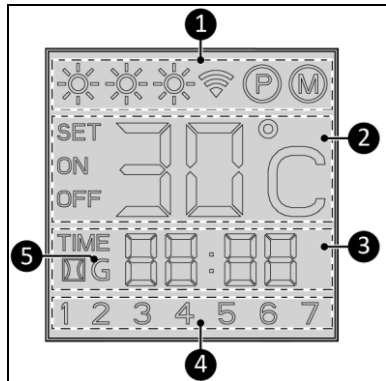

Abbildung 5
Statusanzeige (Abbildung 5, Pos. 1):
Temperaturanzeige (Abbildung 5, Pos. 2):
Zeitangabe (Abbildung 5, Pos. 3):
- Das „G“ (Abbildung 5, Pos. 5) zeigt an, dass das Gerät mit dem Wi-Fi-Thermostat verbunden ist.
Tagesanzeige (Abbildung 5, Pos. 4):